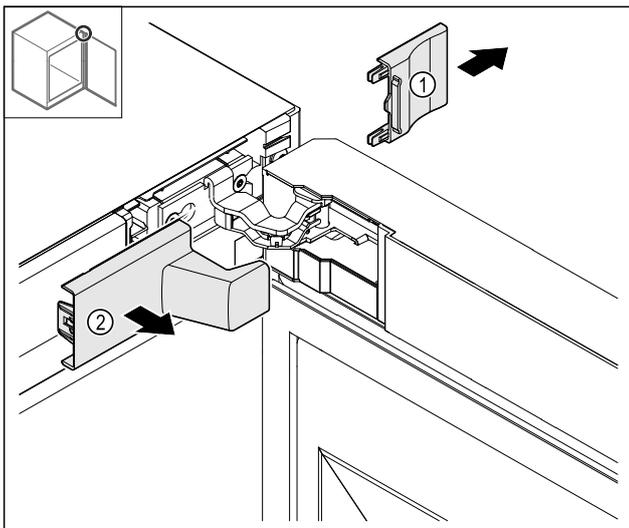

Fig. 14
- ▶ Abdeckung Fig. 14 (1) und dann Fig. 14 (2) entfernen.